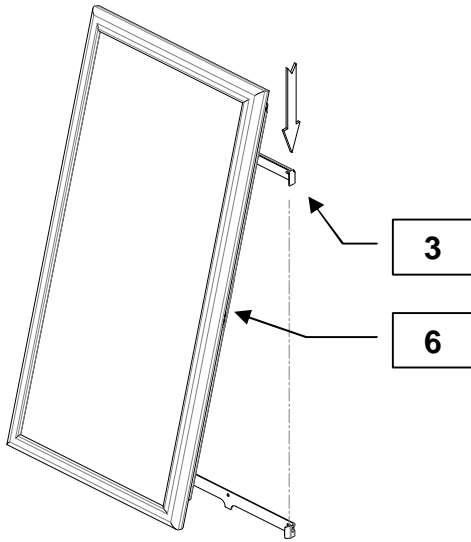

Fig. B3
- 4) Non rimuovere la cornice di protezione (6) durante l'installazione.
- 5) Inserire il radiatore nella staffa in alto (3). Fig. B3